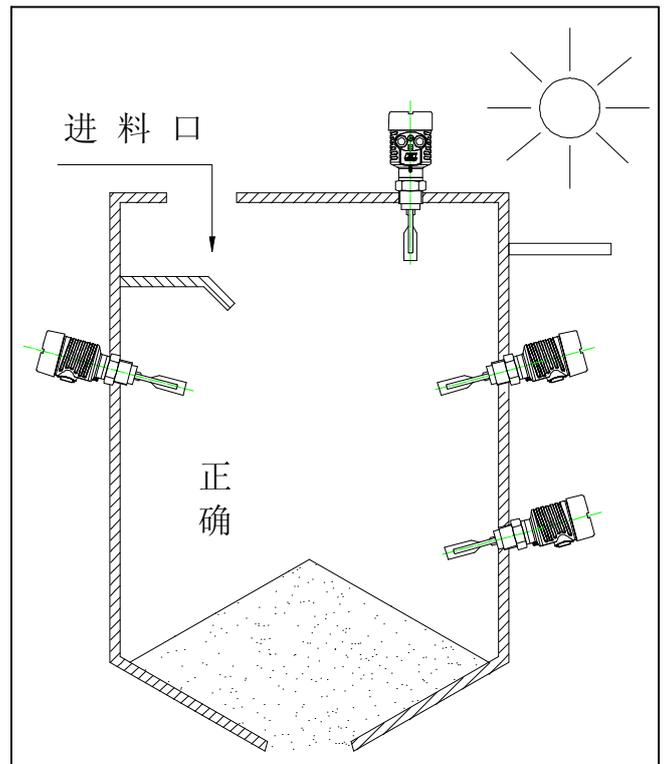

图4 正确的安装方式
1、安装方法：侧装或垂直安装。见图4
6、不可将仪表设置在阳光直射处，如阳光直射可设一块隔热板。见图4，5。